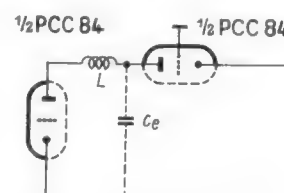
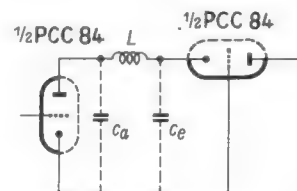

Bild 2. Serienresonanzkreis als Zwischenschaltung
Bild 3.  $\pi$ -Resonanzkreis als Zwischenschaltung
Die Spannungsverstärkung der KB-Stufe hängt von der Schaltung des Zwischenkreises zwischen der KB-Stufe und der Gitterbasisstufe (GB) ab. Der Zwischenkreis ist derart zu dimensionieren, daß er als Resonanzkreis mit flachem Minimum in der geometrischen Mitte des Bandes III wirkt. Die Zwischenschaltung besteht entweder aus einem Serienresonanzkreis, der aus einer Induktivität mit der Eingangskapazität der GB-Stufe gebildet wird (Bild 2), oder aus einem  $\pi$ -Resonanzkreis, zusammengesetzt aus einer Induktivität und der Reihenschaltung der Ausgangskapazität  $c_a$  der KB-Stufe und der Eingangskapazität  $c_e$  der GB-Stufe (Bild 3). Die Serienresonanzschaltung hat den Vorteil, daß die Rückwirkung und die Verstimmung des Vorkreises geringer sind als bei der  $\pi$ -Schaltung. Demgegenüber besteht der Nachteil, daß die Verstärkung etwa nur halb so groß und die Rauschzahl um 30 % schlechter ist als bei der  $\pi$ -Schaltung.
Für die Serienresonanzschaltung nach Bild 2 und 4 gilt für den Anodenkreiswiderstand